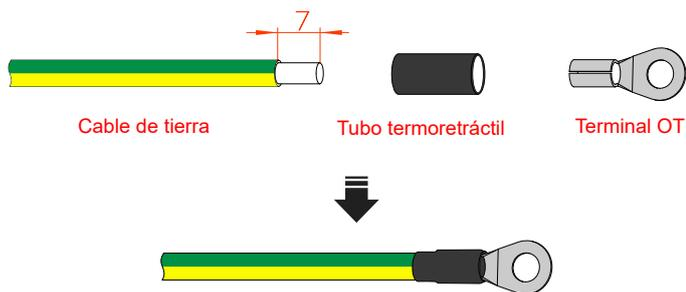

Figura 3-14 Diagrama de pelado del cable de tierra externo (unidad: mm)
- Paso 1 Pele la capa de aislamiento del cable de conexión a tierra unos 7 mm aproximadamente, inserte el cable en el terminal OT y prénselo con la herramienta de prensado, como se muestra en la Figura 3-14.